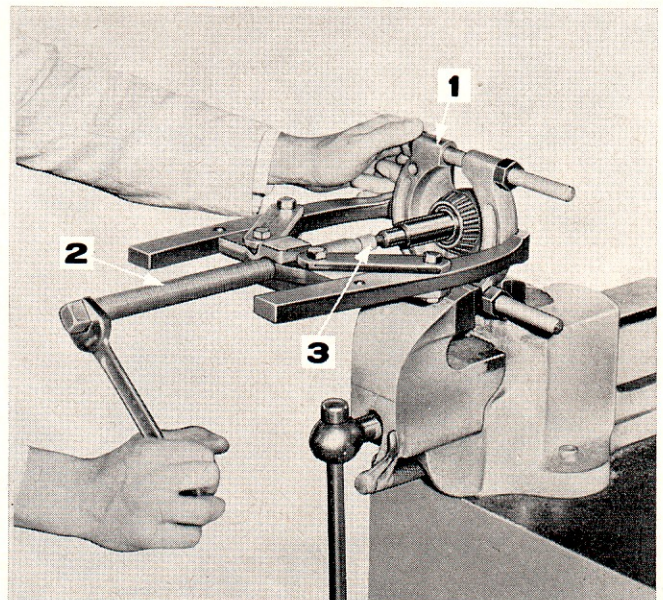

Figure 87: Extraction du roulement de l'arbre d'entraînement
9. Inspecter le roulement d'arbre d'entraînement (fissures, éraillures). Si le roulement est défectueux, l'extraire de l'arbre au moyen de l'arrache-roulement No 1003 et du protecteur No 625-6 (Figure 87). Enfoncer à la presse hydraulique au moyen d'adaptateurs, le roulement neuf enduit d'une graisse appropriée.